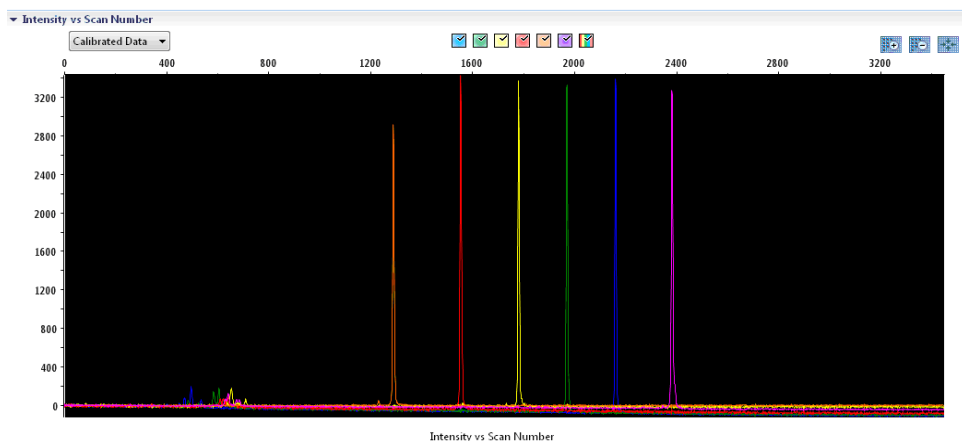

Figura 2. Electroferograma de calibración espectral del Matrix Standard BT6 en un Applied Biosystems 3500 Genetic Analyzer.
- Verifique las muestras de matriz para una línea de base plana. Como se muestra en la Figura 2, deben existir 6 picos con alturas de aproximadamente entre 1000 y 6000 UFR para cada muestra de matriz.